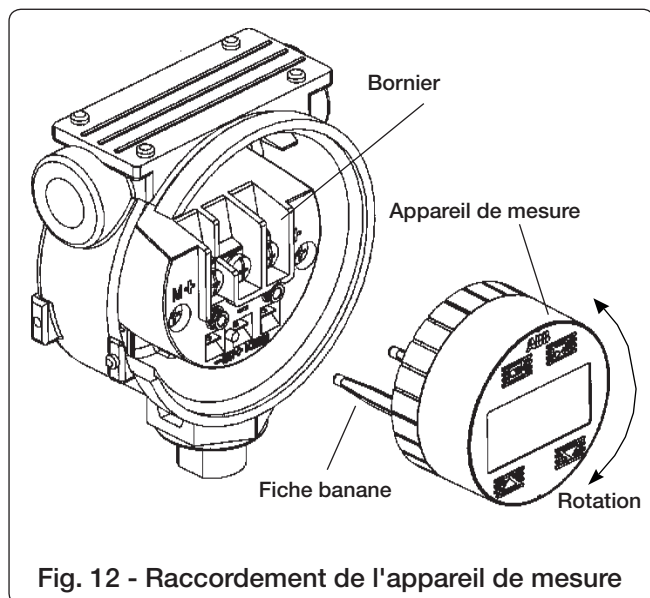

Fig. 12 - Raccordement de l'appareil de mesure
- 2) Débrancher l'appareil de mesure (voir la fig. 12)
- 4) Si un autre appareil de mesure a été monté (voir la Fig. 12), le tourner de manière à le positionner dans le champ de vision approprié.